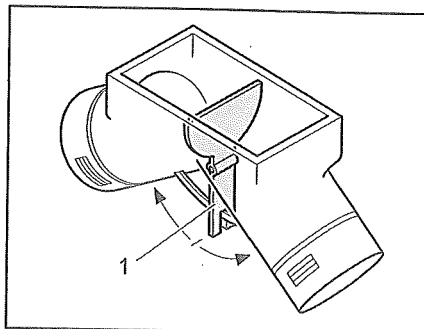

Bild 106 Cirkulationsfläkt, spjäll i mittläge
I mittläget fördelas varmluften jämnt mellan de två varmluftsöppningarna. Manöverspaken (Bild 106,1) för spjället finns under golvluckan i klädsåpet.
- Skjut manöverspaken (Bild 106,1) i pilens riktning tills önskad position nås.